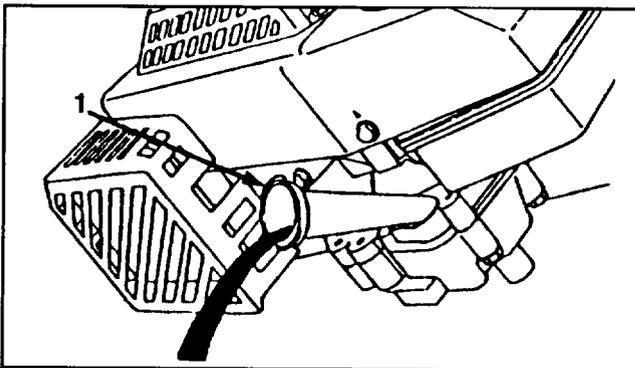

Figure 17
4. Basculer la tondeuse sur son côté gauche pour permettre à l'huile de s'écouler dans le bac (fig. 17).